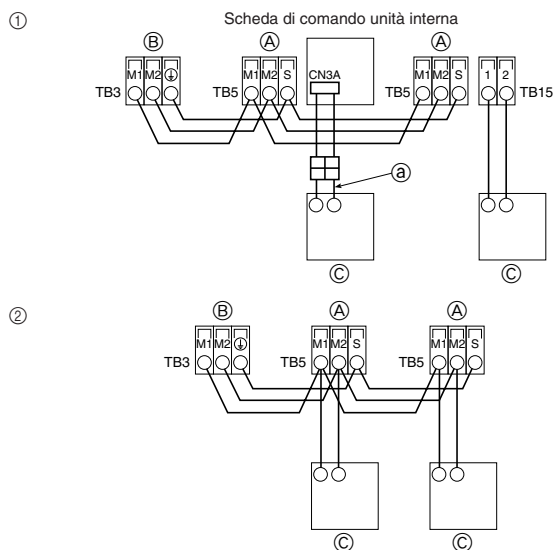

Fig. 7-2
7.2. Collegamento del comando a distanza e dei cavi di trasmissione delle sezioni interne ed esterne (Fig. 7-2)
① Comando a distanza MA
③ Cavo del comando a distanza MA (ACCESSORIO ⑨)
② Comando a distanza M-NET